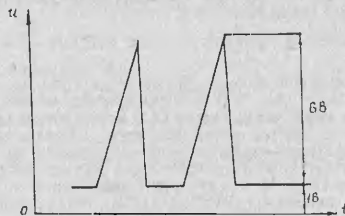

Рис. 12.
11. 5. 2. Регулировка схемы развертки производится при выходе из строя любого из элементов Д8, Т5, Т8, У7—У10, У12 платы И23.263.031 Э3. Режимом R113 установите начальный уровень пилообразного напряжения на гнезде Гн13 (И23.263.031 Э3) равный 1 В (измеряется осциллографом С1-77) (рис. 12).